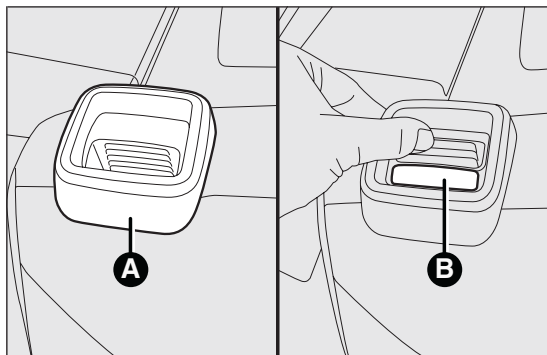

fig. 73
- ☐ per versioni con sedile posteriore intero: agire sulla leva A fig. 73 di ritegno schienale e ribaltare quest'ultimo in avanti in modo da ottenere un vano di carico uniforme. Il sollevamento della leva è evidenziato da una "banda rossa" B fig. 73;